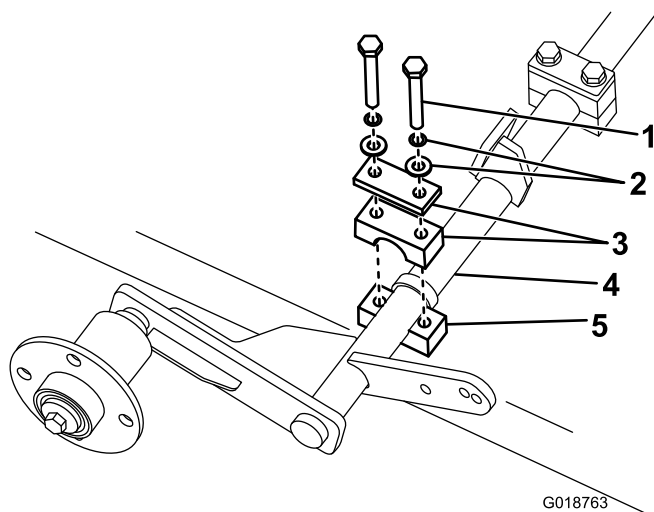

Рисунок 2
3. Установите верхнюю половину зажимов и закрепите их с помощью ранее снятых болтов. Не затягивайте болты полностью, пока не будет установлен газовый подъемник (Рисунок 2).